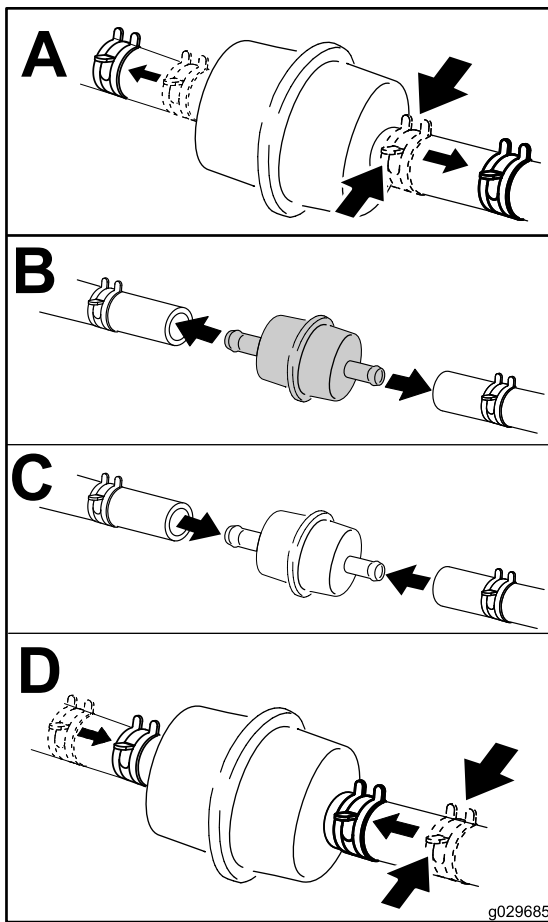

Figure 81
4. Fermez le robinet d'arrivée de carburant sous le siège (Figure 81).